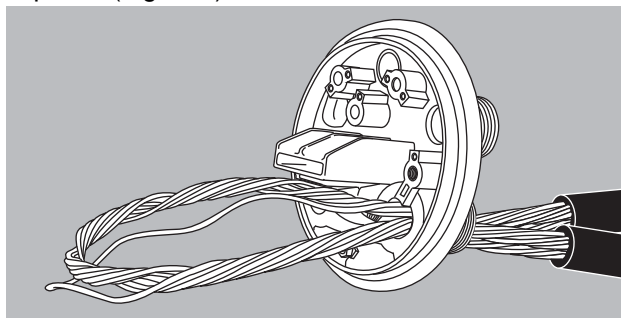

FIGURA 3
3. Introduzca el cable expreso (no cortado) por el puerto expreso. (Figura 3)